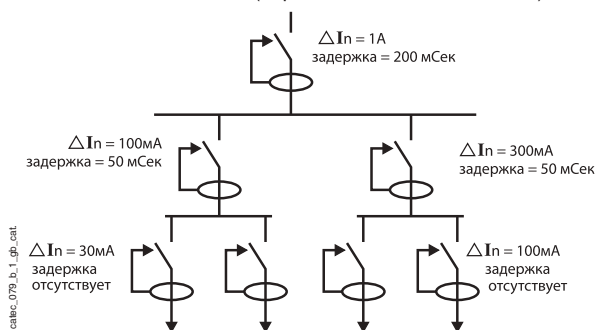

Рис. 1.
Простое решение для удовлетворения данному условию заключается в использовании RCD-устройств класса S (с регулируемой задержкой). Задержка RCD, установленного выше по цепи, должна превышать задержку RCD, установленного ниже (рис. 1).
2. Чувствительность RCD, установленного ниже по цепи ($I \Delta n$), должна быть меньше половины $I \Delta n$ A чувствительности RCD, установленного выше (см. рис.1 и 2).